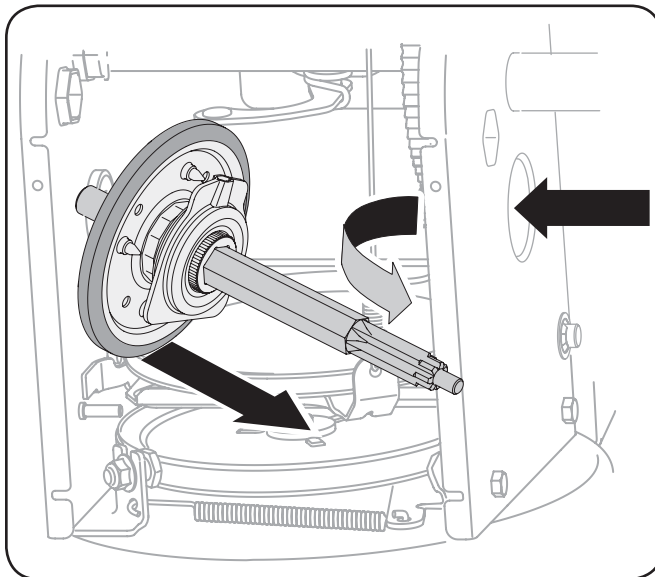

Figura 7-8
6. Con cuidado, ubique el eje hexagonal hacia abajo y hacia la izquierda antes de deslizar con precaución el montaje de la rueda de fricción fuera del eje. Vea la Figura 7-8.